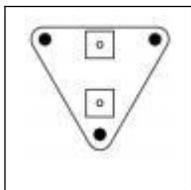

Bild 1.
1) . Använd väggpaneler (2) för att ställa in önskad fläktposition. Markera tre monteringshål, borra tre hål på de markerade platserna. Se till att monteringsområdet är strukturellt stabilt och fritt från hinder. Se (bild 1).